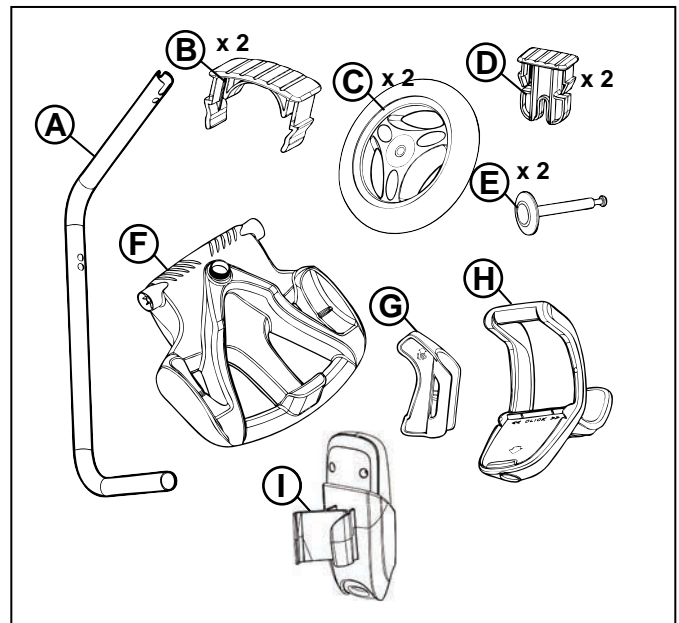

Figura 1. Componentes de armado del carrito de transporte
- Transporte y almacenamiento de los componentes de armado del carrito (Figura 1)